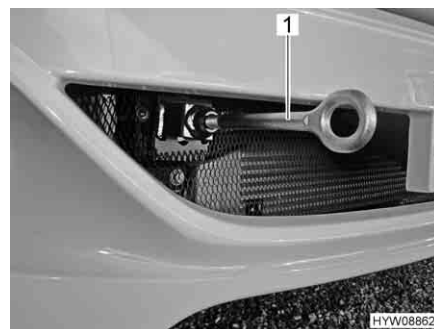

Fig. 35 Occhione di traino (installato)
- Montare l'occhiello di traino (Fig. 35, 1) come indicato nel manuale di funzionamento del veicolo di base.